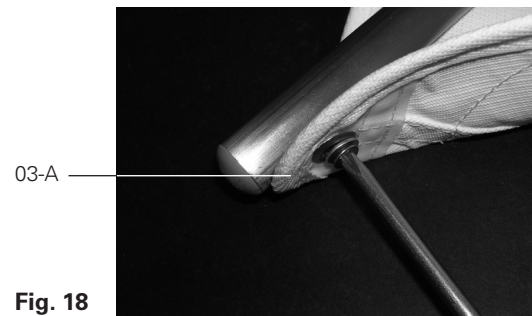

Fig. 18
- B02 Segelspitze [03-A] mit Schraube [21] und Scheibe [22] am Mast [01] anschrauben (siehe Fig. 18).